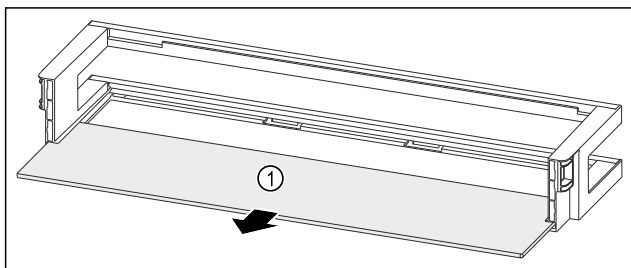

Fig. 60 Balconcino controporta con ripiano
- Rimuovere il ripiano Fig. 60 (1).